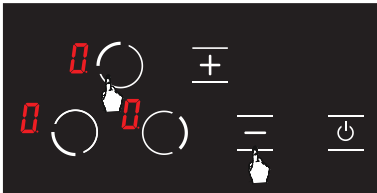

Abbildung 22
2. Berühren Sie die Auswahl taste (  ) für die obere linke Kochplatte und die Minustaste (  ) gleichzeitig, (siehe Abb. 22) Dabei ertönt ein kurzer Signalton. Danach werden die Finger vom Bedienfeld des Herds entfernt.